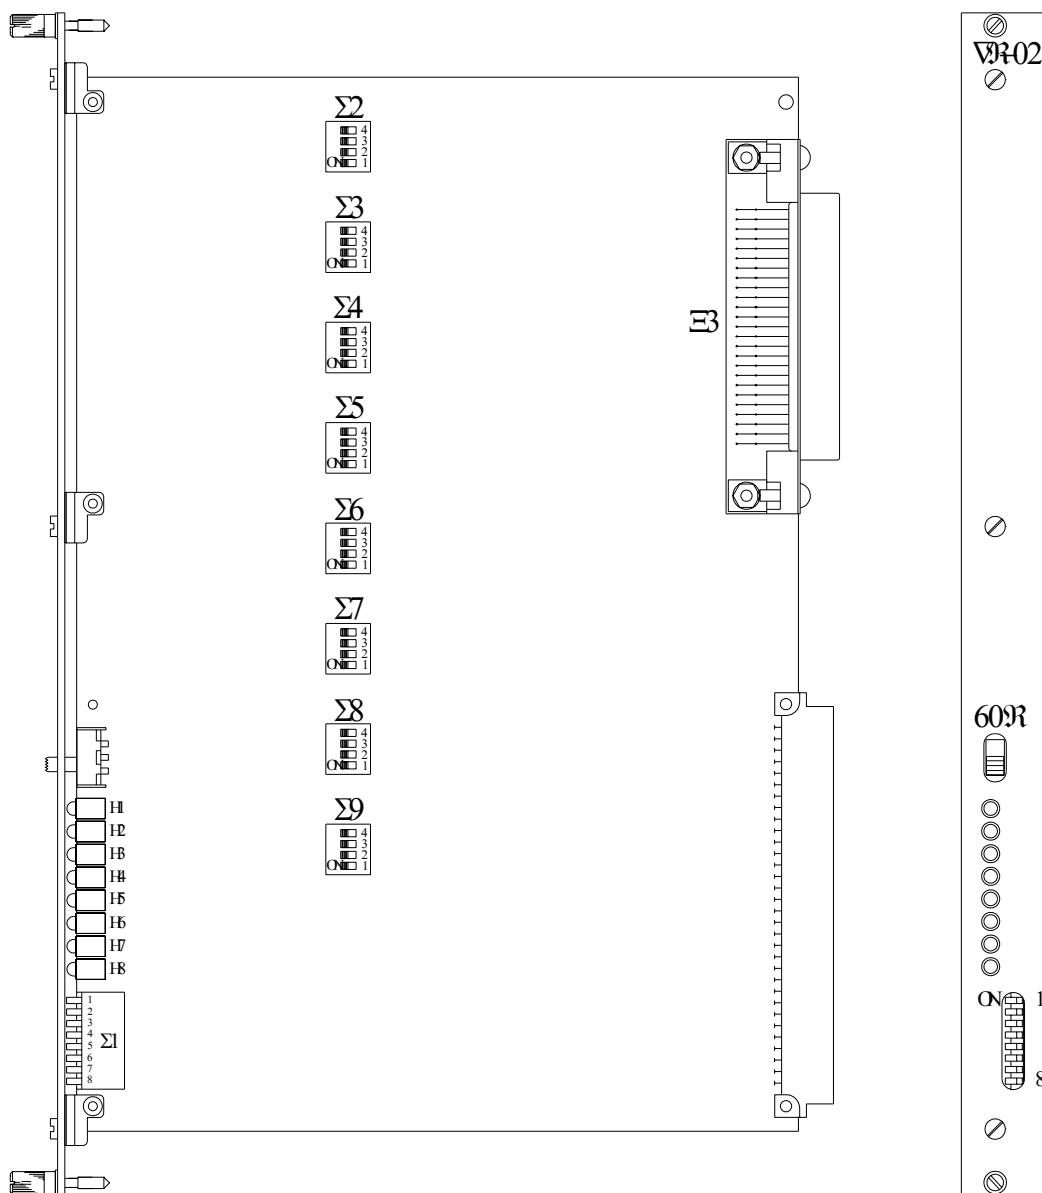

Рисунок 1. Плата СВ-02. Схема расположения эксплуатационных переключателей.
- установить режим разговорного тракта в соответствии с табл. 1, 2 (см. рис. 1);